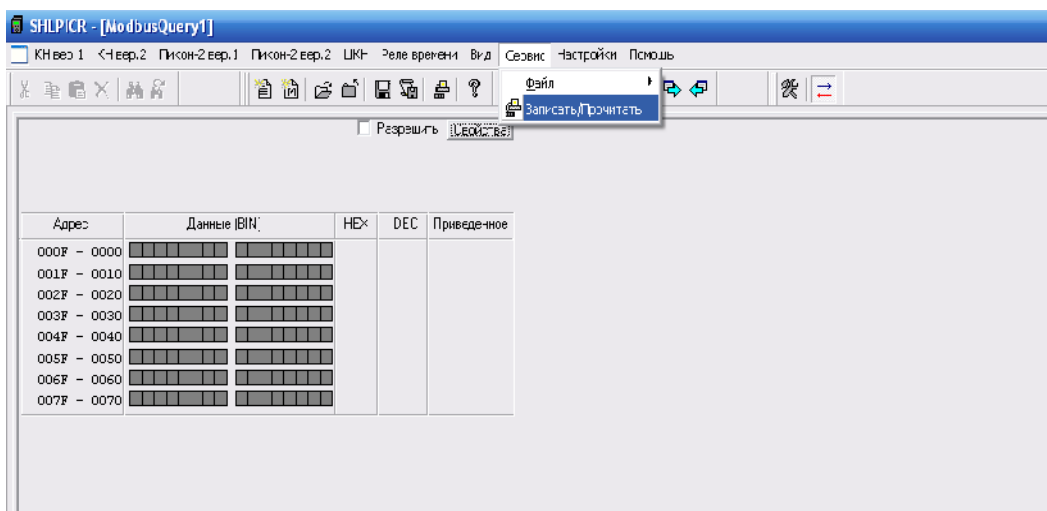

Рисунок 2.3
**2.4.3.1** Для того, чтобы запрограммировать контроллер, необходимо в меню «СЕРВИС» выбрать пункт «Записать/прочитать» (рисунок 2.3).